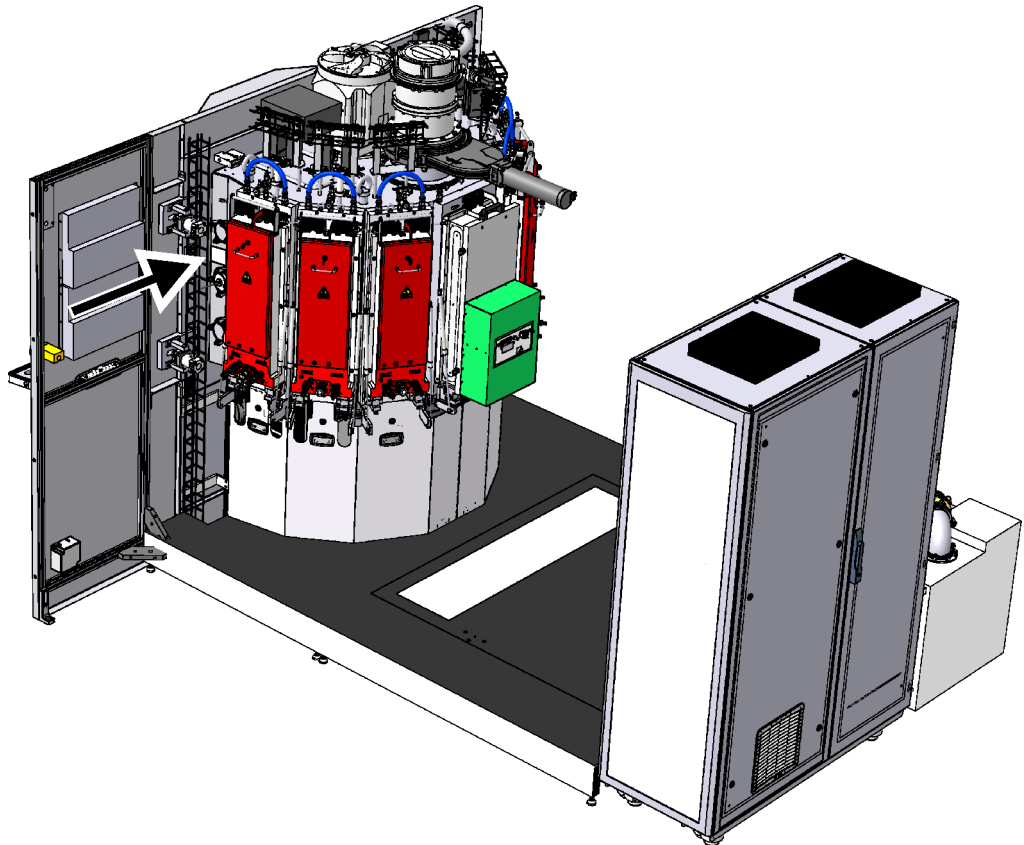

Abb. 1-1
- ♦ An der Rückseite der Prozesskammer. Siehe Abb. 1-1, 11.